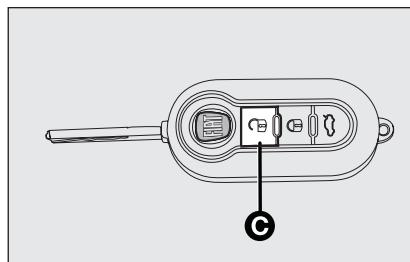

fig. 5
- En maintenant la pression sur la touche de "déblocage" **C - fig. 5** la capote s'ouvre et s'arrête dans n'importe quelle position lorsque la touche est relâchée.